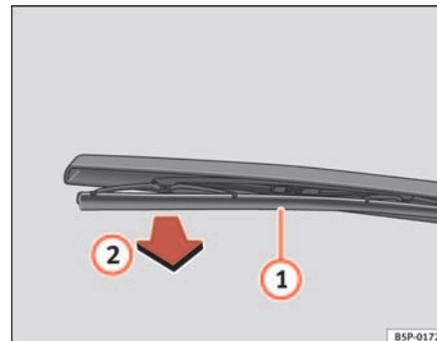

Fig. 160 Remplacement du balai d'essuie-glace arrière
- Déposez le bras de l'essuie-glace arrière de la lunette arrière ⇒ fig. 160
- Déboîtez le balai **1** et tirez dessus **2**. ⇒ fig. 160